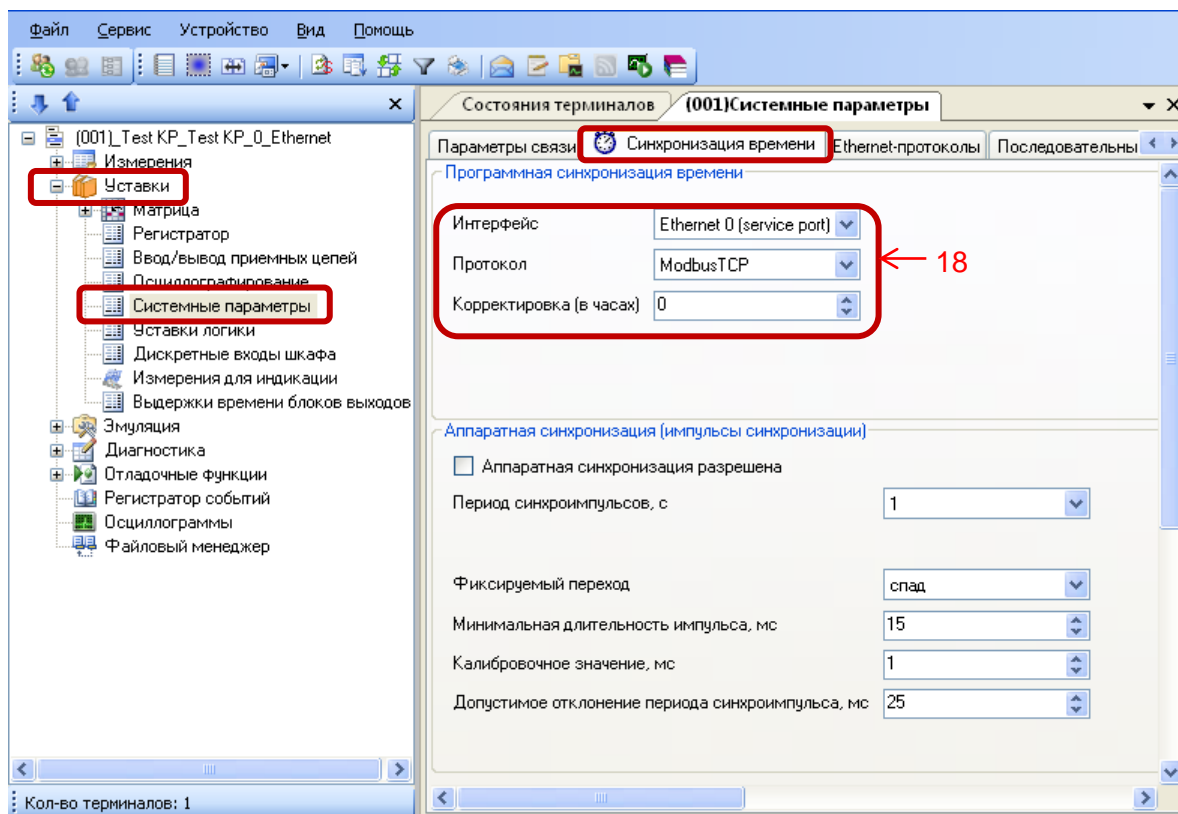

Рисунок 17 – Настройка синхронизации времени по протоколу **Modbus TCP**
6.1.1 В «дереве» проекта ПО **АРМ-релейщика** выбрать **Уставки** -> **Системные параметры** и открыть окно, дважды щелкнув мышкой на соответствующем пункте «деревя» проекта (см. рисунок 17).
6.1.2 Во вкладке **Синхронизация времени** выбрать интерфейс **Ethernet** и протокол **Modbus TCP** (см. рисунок 17, обозначение 18).
6.1.3 Задать значение корректировки внутренних часов терминала в соответствии с проектом (см. рисунок 17, обозначение 18). Если в проекте уставка не задана, то задать ее равной нулю.